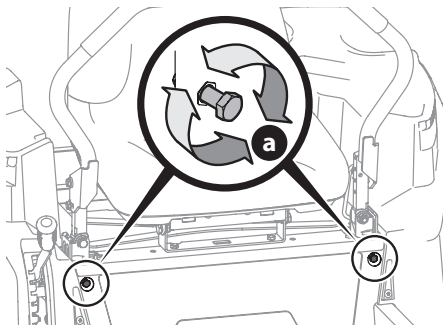

Figura 36
2. Ubique los pernos del ajuste de detención de las palancas de control de la transmisión de barras de seguridad (a) que están en el frente del marco del asiento (Figura 36).